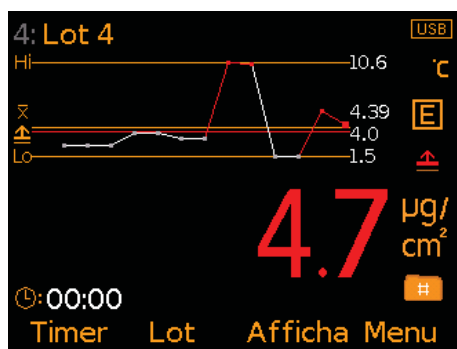

Fig. 3: Mesures & Graphe
- **Graphe (Fig. 3)** : courbe de tendance des 20 dernières mesures automatiquement mise à jour à chaque nouvelle mesure.